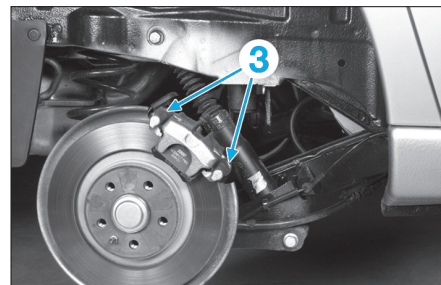

Fig. 4
- Déposer les vis de colonnette (3) (Fig.4).